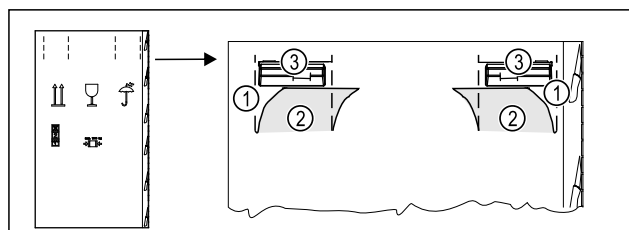

Fig. 5
- ▶ Verpackungskarton oben an der Perforierung *Fig. 5 (1)* eindrücken.
- ▶ Eingedrückte Laschen *Fig. 5 (2)* herausziehen.
- ▶ Tragegriff *Fig. 5 (3)* rechts und links ist sichtbar.
- ▶ Gerät an den Tragegriffen *Fig. 5 (3)* halten.